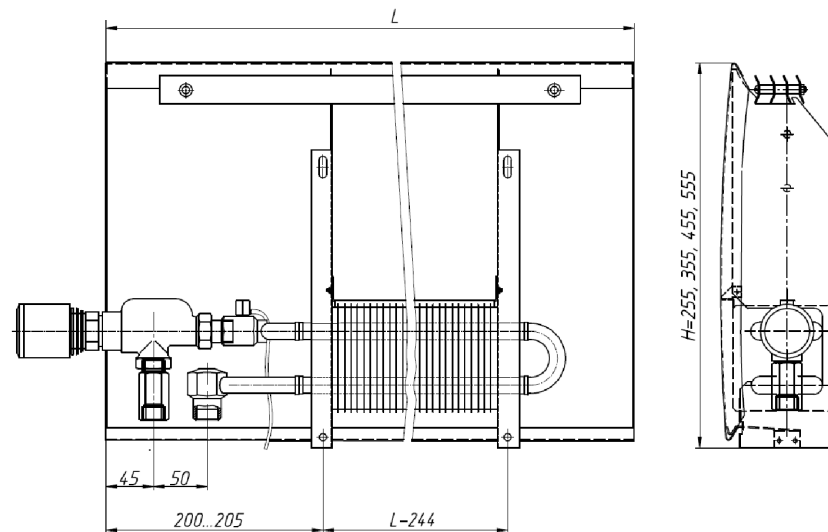

Рис.1 Конвектор настенный с нижним подключением ПКНН – 204...525 А(Р,Р) Т1
4.4. Размеры и технические характеристики изделий представлены на Рис.1 и в таблице 1.
- 5.2. Разметить места установки кронштейнов. При этом следует учесть, что для оптимальной теплоотдачи расстояние между конвектором и полом, должно быть 100-120 мм, а между конвектором и подоконником не менее 100 мм. Расстояние между осями кронштейнов принимается равное L-244 (расстояние между осями кронштейнов с привинченной планкой между ними !), для конвекторов в соответствии с рис.1. Если длина конвектора более 1600 мм, то